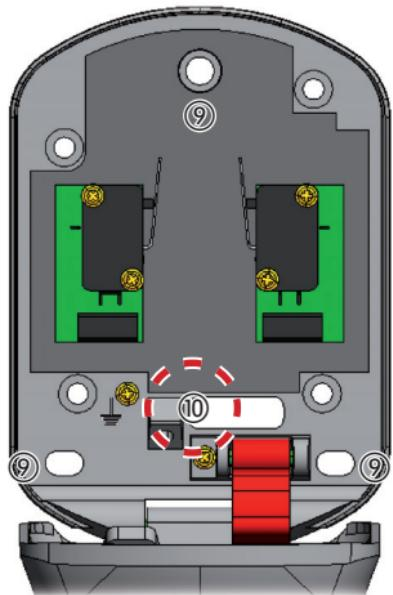

Fig. 4
3. Utilizzare lo stesso XK 21 per segnare i riferimenti a parete dei fori da effettuare come indicato in Fig.4 rif. ⑨;
**ATTENZIONE: Accertarsi che il foro di passaggio dei cavi elettrici e del cavo di sblocco sia di diametro non inferiore a 20 mm e che risulti posizionato come indicato in Fig.4 rif ⑩**
3. Use XK 21 to mark the on-wall references of the holes, as shown in Fig.4 ref. (9);
**⚠️ IMPORTANT: Make sure that the hole for routing the electric cables and the release cable, has a diameter of not less than 20 mm and is positioned as shown in Fig. 4 ref. (10)**